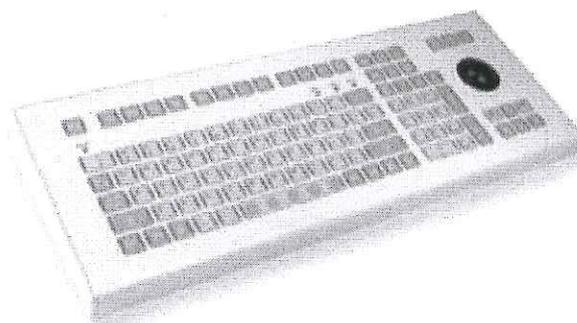

Рисунок 3 – Клавиатура с устройством указания типа «мышь»;
5.3 Управление работой КСО осуществляется с помощью клавиатуры со встроенным устройством указания типа «трекбол» (см. рисунок 3). Клавиатура и устройство указания подключаются к разъему системного блока PS/2.